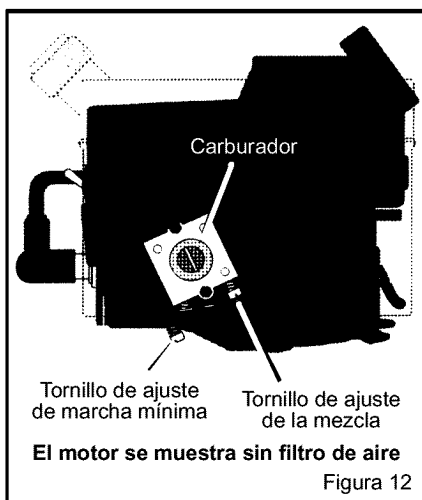

Figura 12
1. Gire el **tornillo de ajuste de la mezcla** hacia la derecha hasta que cierre (vea la Figura 12).